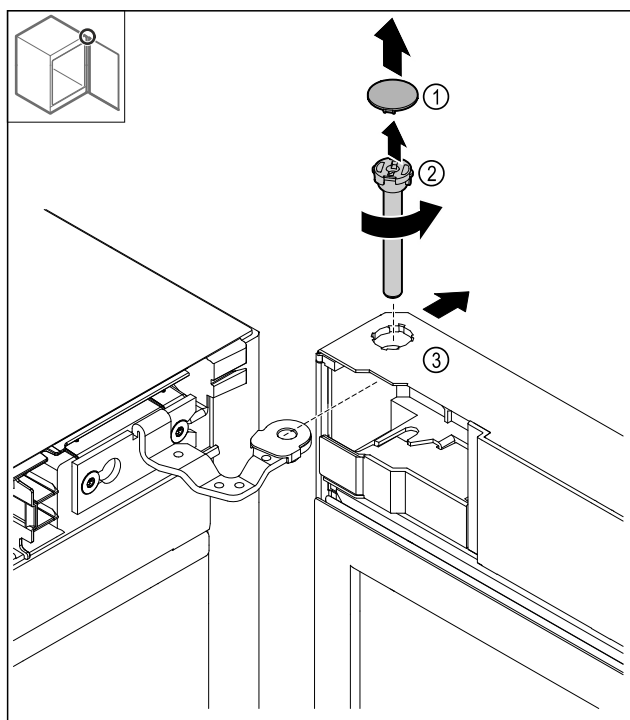

Fig. 18
- Ta av dekkelet Fig. 18 (1).
- Løsne bolten Fig. 18 (2) mot urviseren og trekk ut.
- Vipp døren Fig. 18 (3) litt.